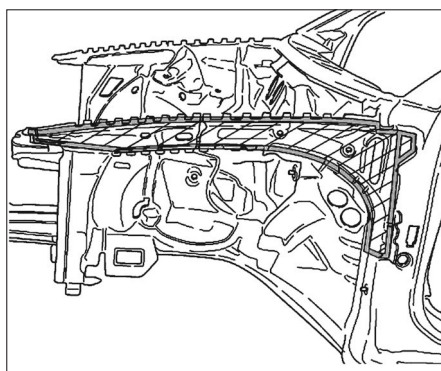

FIG. 9
- Détacher l'assemblage d'origine (Fig.9).